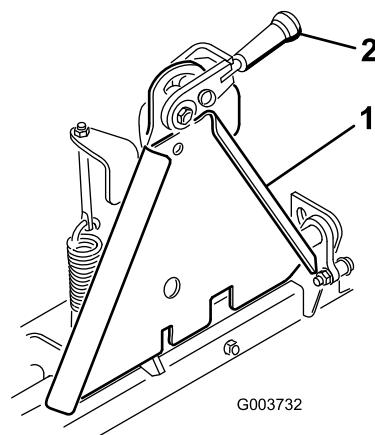

Рисунок 1
Примечание: Убедитесь в том, что стопорный рычаг (Рисунок 1) повернут влево (в разблокированное положение), если смотреть с передней стороны машины.
5. Для совместной фиксации переходников поверните стопорный рычаг вправо (Рисунок 1).